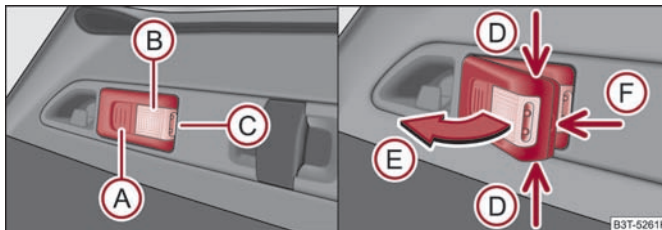

Abb. 59 Herausnehmbare Leuchte
- Beleuchtung des Gepäckraums - es leuchtet Teil **B** ⇒ Abb. 59 (Leuchte ist im Halter),
- Fassen Sie die Leuchte an den Stellen der Pfeile  an \Rightarrow Abb. 59 und schwenken Sie diese in Pfeilrichtung  heraus.
- Wenn Sie die Leuchte nicht ausschalten und diese korrekt in den Halter einsetzen, werden die Lampen im vorderen Teil  \Rightarrow Abb. 59 der Leuchte automatisch ausgeschalten.
- Hebeln Sie die Akkuabdeckung mit einem schmalen, spitzen Gegenstand ab der Stelle des Arretierungsclips  ab \Rightarrow Abb. 59.